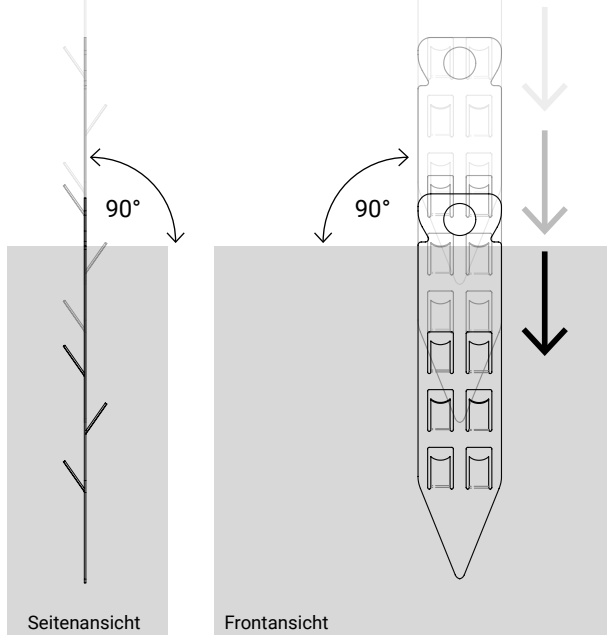
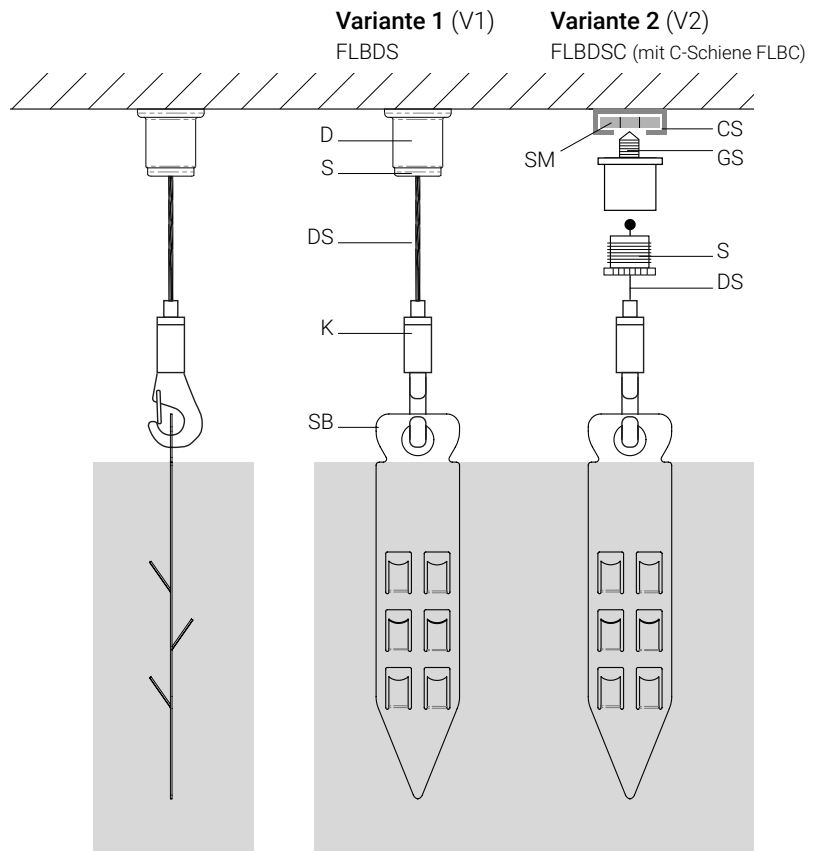
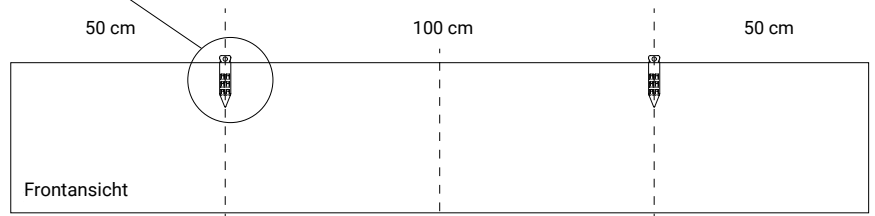

Abb. 1
Abb. 2
Abb. 3 /// Beispiel Baffle 200 x 35 cm
Je zwei Steckbleche mittig in die Oberseite eines Akustik-Panels stecken (Abb.1 und 3) Der Achsabstand sollte in der Regel die Hälfte der Baffelbreite betragen (Abb. 3).
Je nach Variante befestigen Sie nun entweder die Deckenbefestiger (D) direkt an der Decke oder montieren zunächst die C-Schiene und schrauben die Deckenbefestiger mit Gewindestift dann mit der Schiebemutter (SM) an die C-Schiene (Abb. 2). Abstand entsprechend Abb. 3. Verwenden Sie eine zum Untergrund passende Haltetechnik.